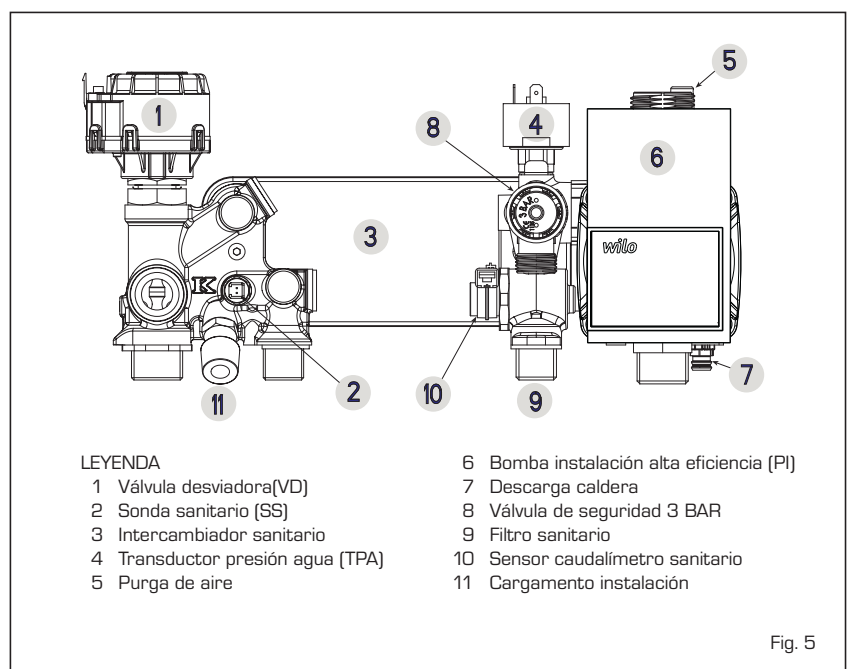

Fig. 5
2.4 FASE INICIAL DE LLENADO DE LA INSTALACION (fig. 5)
2.4.1 Vaciado de la instalación (fig. 5)